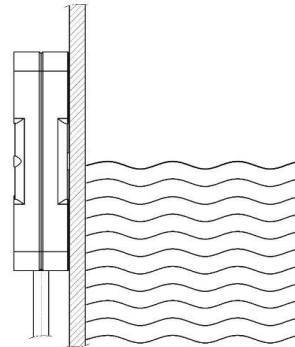

Fig. 5-1 : Étalonnage « plein » pour la détection du niveau
1. Recouvrir environ 50 % de la face sensible par le produit / niveau (voir Fig. 5-1).